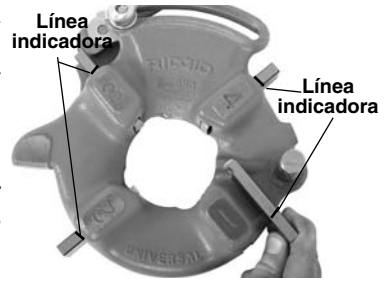

Figura 3 – Inserción de terrajas
4. Levante la lengüeta de la arandela para extraerla de la ranura en la barra dimensional. Desplace la arandela hacia el final de la ranura (Figura 3).
con el borde que lleva el número orientado hacia arriba, hasta que la línea indicadora esté al ras con el borde del cabezal (vea la Figura 3). Los números en las terrajas deben coincidir con los números en las ranuras del cabezal. Siempre cambie el conjunto completo de terrajas. No mezcle terrajas de distintos conjuntos.